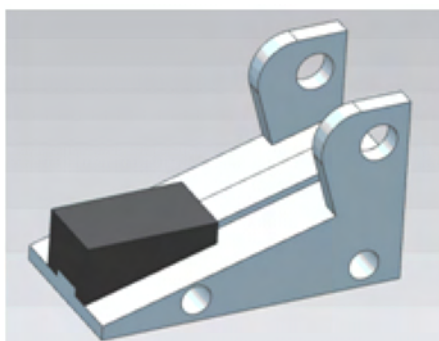

图2.51 斜滑块与底座
(2) 按图2.51 所示，将斜滑块安装到底座上，进行锉配，使斜滑块能够滑行移动。